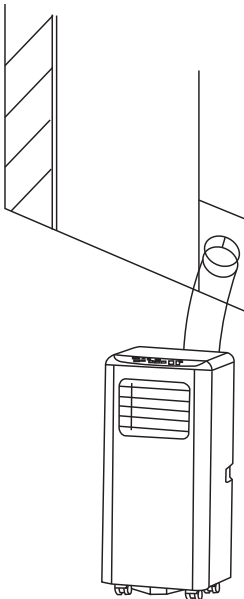

Fig.6
- 2) Som vist i Fig.6 og Fig.6a, monter utluftningsslange, og juster vindusåpning.